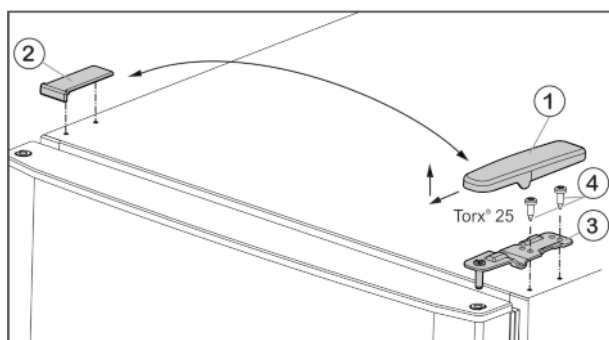

Fig. 4
- ▶ Afdekking Fig. 4 (1) naar voren en boven wegtrekken.
- ▶ Afdekking Fig. 4 (2) eraf nemen.
- ▶ Bovenste lagerbus Fig. 4 (3) losschroeven (2 maal Torx® 25) Fig. 4 (4) en naar boven eraf trekken.
- ▶ Plaats de bovenste lagerbus *Fig. 4 (3)* aan de nieuwe scharnierkant in de deur.
- ▶ Bovenste lagerbok **vastschroeven (met 4 Nm)** (2 keer Torx® 25) *Fig. 4 (4)*. Eventueel een accuboormachine gebruiken.
- ▶ Afdekking *Fig. 4 (1)* aan de andere kant buiten plaatsen en vastklikken.
- ▶ Afdekking *Fig. 4 (2)* steeds aan de andere kant van bovenaf plaatsen en vastklikken.